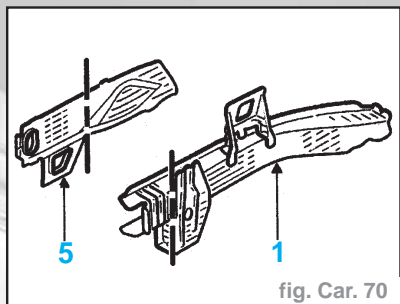

fig. Car. 70
- B** Longeron avant partie avant partielle (coupe à effectuer avant le support avant de berceau) voir dessin ci-après (fig. Car. 70)